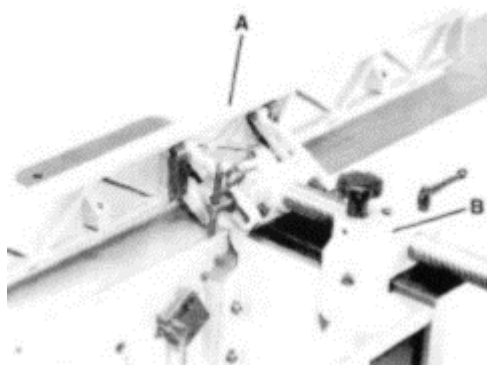

Рис. 16 Пример правильно установленного ограждения на каретке
2. На Рис. 16 показано ограждение (А), правильно установленное на каретке (В).